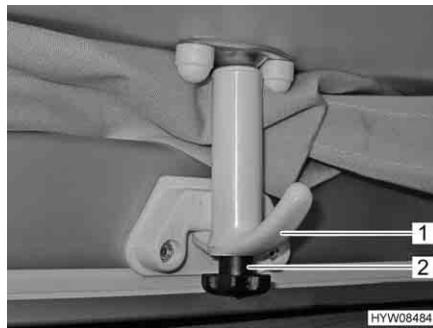

Fig. 24 Tenditore sbloccato
- Allentare una vite a testa cilindrica zigrinata (Fig. 24,2) su ciascuno dei due tenditori anteriori (Fig. 24,1).